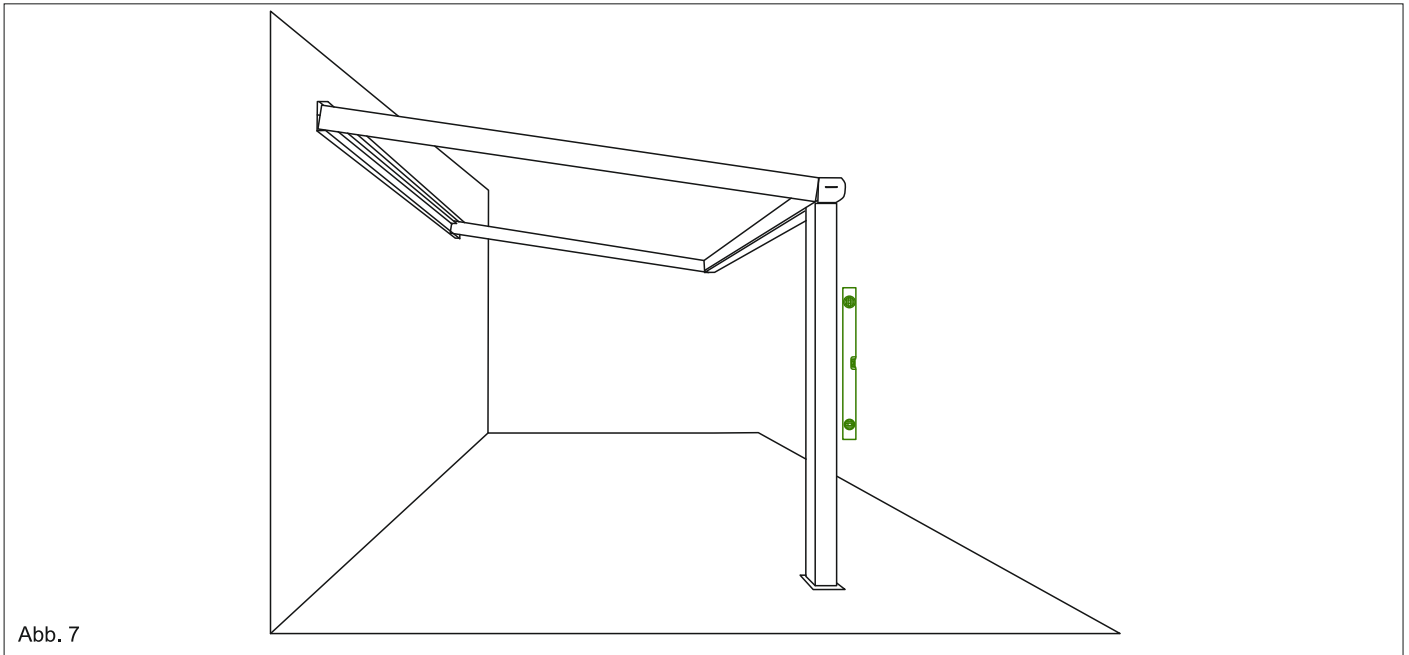

Abb. 7
A) B) 6. Platzieren Sie den einen Pfosten ohne das Ablaufrohr unter der Rinne und achten Sie darauf, dass der Pfosten senkrecht steht. Verwenden Sie dazu eine Wasserwaage. Siehe Abb. 7.